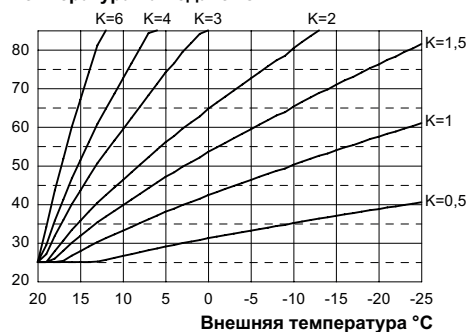
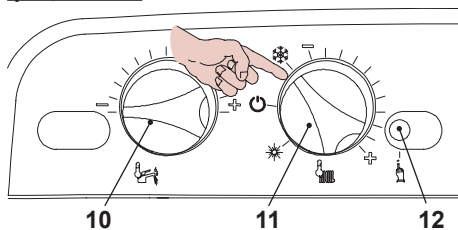

Рисунок 5.36
Рисунок 5.37
Коэффициент K — параметр, повышающий или уменьшающий температуру на нагнетании котла при изменении внешней температуры. При подключении внешнего датчика с целью оптимизации температуры на нагнетании, данный параметр необходимо настроить с учетом производительности системы (Рисунок 5.36).
равна -5 °C, необходимо установить коэффициент K на 1,5 (пунктирная линия, см. Рисунок 5.36).
- Установите регуляторы 10 и 11 так, как показано на рисунке, см. Рисунок 5.37.
- Для настройки коэффициента K, определенного Рисунок 5.36, войдите в режим программирования, нажав и удерживая в течение 15 секунд кнопку перезапуска **12**, см. Рисунок 5.37 до появления параметра **P01** на ЖК-дисплее; на ЖК-дисплее последовательно отобразятся следующие символы (параметр **P01** будет загораться поочередно с -- -- --).
- Нажмите кнопку перезапуска 12, см. Рисунок 5.37, и пролистайте параметры до **P15**, предназначенного для настройки коэффициента К. На ЖК-дисплее последовательно отобразятся следующие символы (параметр **P15** будет загораться поочередно с **00**).
- Установите значение, поворачивая ручку, см. Рисунок 5.37, с минимального значения **30** (параметр **P15** чередуеться с **30**)
до максимального **255**, в зависимости от кривой коэффициента К, см. Рисунок 5.36.